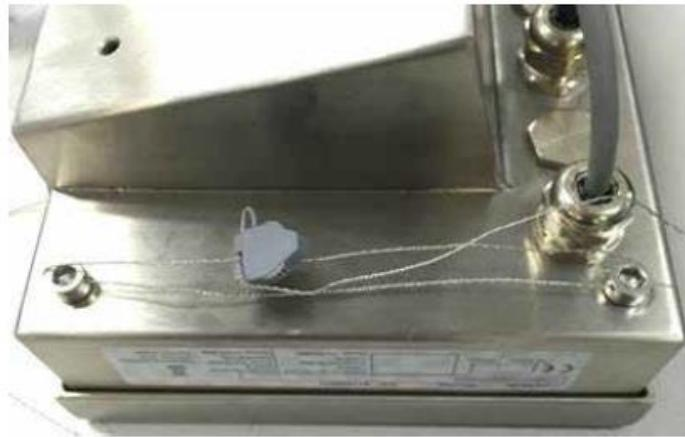

图 5-10：铅封方法
IND256x 的铅封细节见图 5-10，具体步骤如下：
2. 用铅封线穿过相邻的 2 个铅封螺钉的孔中后固定铅封座即可（如图 5-10）。